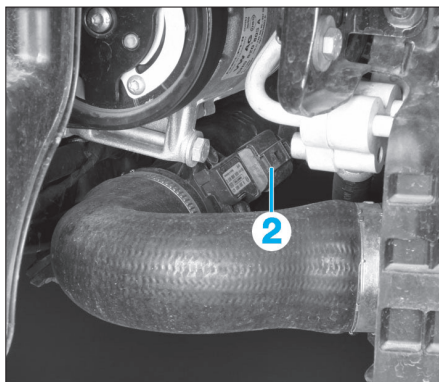

FIG. 30
- Débrancher le connecteur (2) (Fig.30).